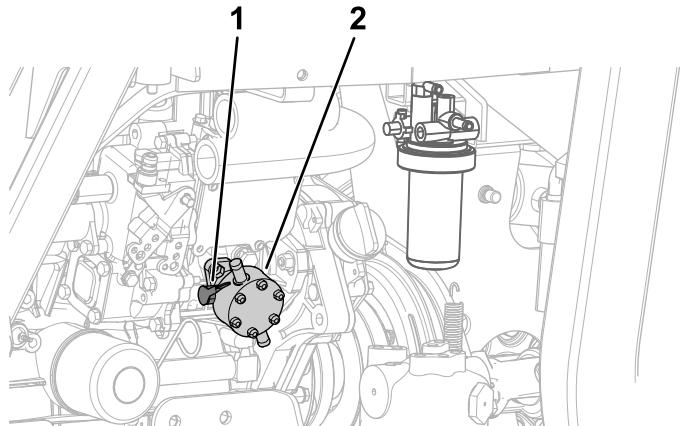

図 64
エンジンの左側にある燃料ポンプのレバーを操作して燃料フィルタのボウルに燃料を満たす 図 64。
7. ねじの周囲から燃料が連続的に流れるのが見えるまでレバーを操作し続ける 図 64 燃料系統からのエア抜き \(ページ 50\) を参照。